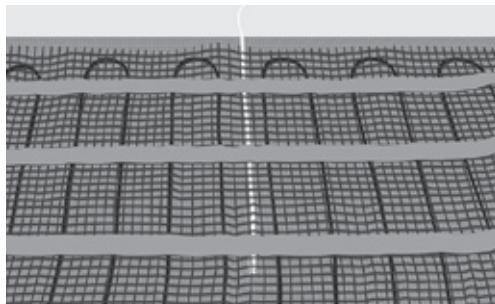

Fig. 7. Placér røret/føleren mellem kablerne
11. Placér og fastgør tomrøret eller gulvføleren. Sørg for at placere røret/føleren mellem to varmekabler (fig. 7) og forseglen enden af røret.